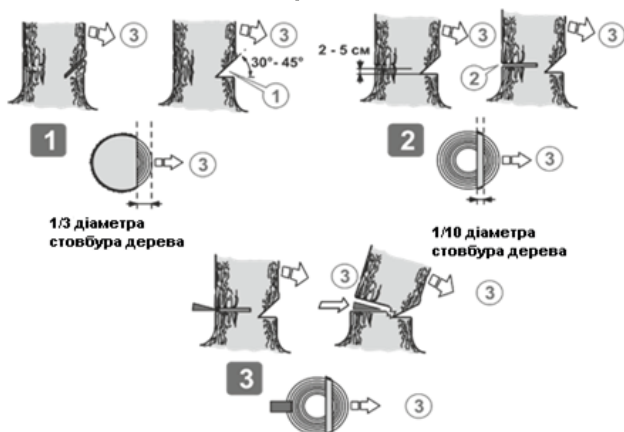

Рисунок 10. Послідовність різання під час валки дерева.
4. Увімкнути електропилу. Пиляти дерево з того боку (3, рис. 10), куди воно має впасти. Під час пиляння не робити рухи тілом вперед-назад.
5. Виконати клиноподібний розпил (1, рис. 10) під кутом $30-45^\circ$, глибина якого приблизно дорівнює $1/3$ від товщини стовбура.
6. Виконати валочний розпил (2, рис. 10) із протилежного боку від клиноподібного розпили, на 2,5-5 см вище нижнього краю клиноподібного розпили. Зупинити валочне розпилювання, коли до внутрішнього краю клиноподібного розпили залишиться приблизно $1/10$ діаметра стовбура.